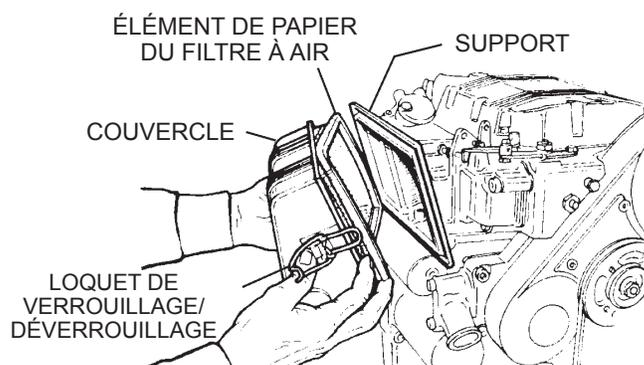

Figure 24. Composants du filtre à air
1. Relâcher le loquet de verrouillage et retirer l'élément papier du filtre à air comme illustré dans (Figure 24).